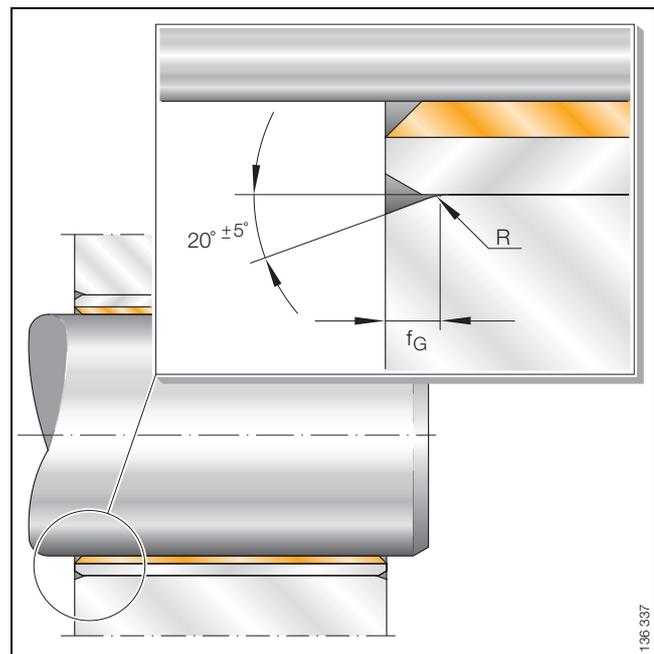

Bild 9 · Fase am Gehäuse für Buchse PAP
- Fase $f_G \times 20^\circ \pm 5^\circ$ (Bild 9, Tabelle 5)
Tabelle 5 · Fasenbreite f_G an der Gehäusebohrung für Buchsen (Bild 9)